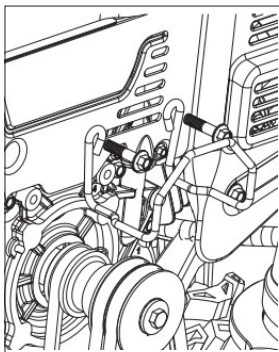

Рис. 35
- Выкрутите болты крепления ограничителя ремня (рис. 35).